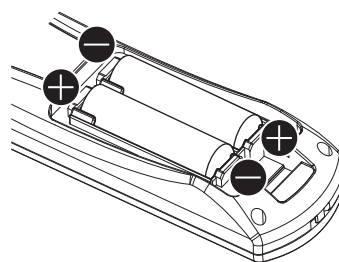

図 2
- 2) 電池を入れ、ふたを閉じる (⊖ 側から先に入れます) (図 2)